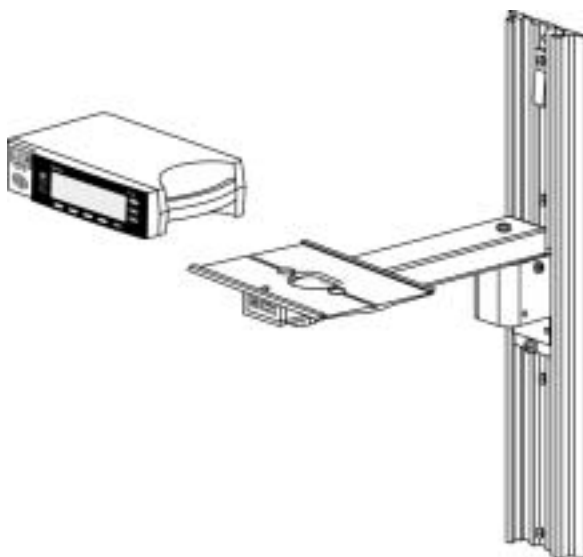

Figura 8: Montaje tipo GCX (montaje vertical en pared con canal de 48,26 cm)
- Montaje tipo GCX (montaje vertical en pared con canal de 48,26 cm). Véase la figura 8 en la página 110.
El montaje vertical en pared con canal de 48,26 cm se acopla a la placa de montaje GCX del pulsioxímetro N-595 tal como indica la figura 8 en la página 110. Para mayor información sobre cómo conectar el montaje vertical en pared con canal de 48,26 cm, consulte las instrucciones ilustradas que se incluyen con él.